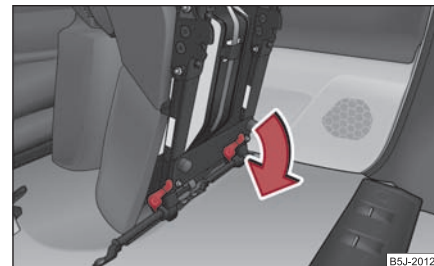

Fig. 69 Deblocarea scaunului rabatat în față
- Deblocați scaunul rabatat în față, prin apăsarea în direcția indicată de săgeată, a elementelor de blocare ⇒ fig. 69. ►
- Rabatați în față scaunul lateral ⇒ pagina 68 și deblocați-l ⇒ pagina 69, fig. 69.